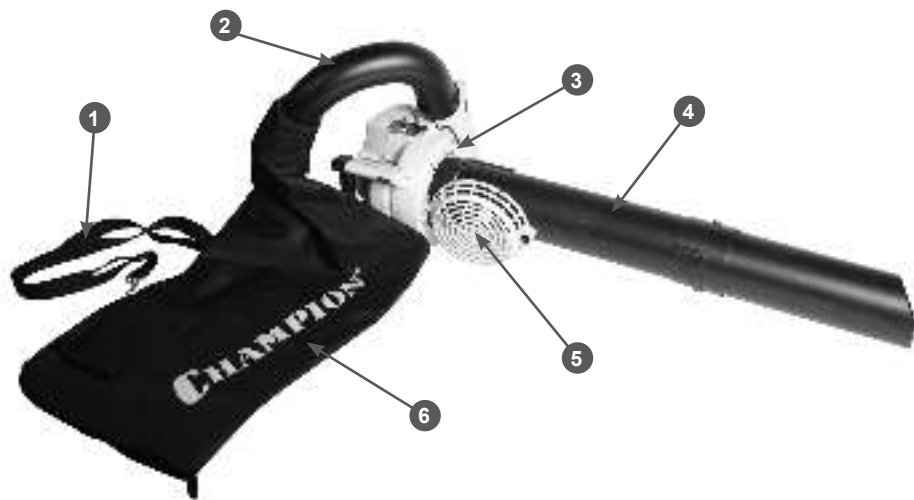
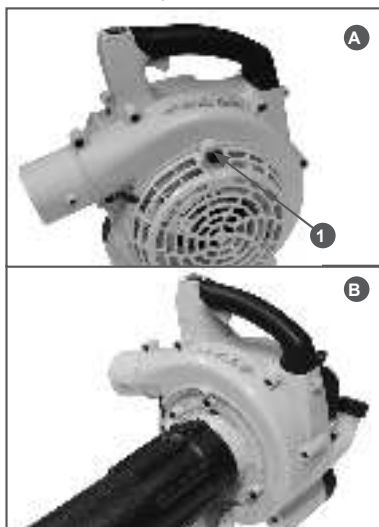

Рис. 2 Основные узлы и органы управления (режим всасывания)
Рис. 5 Установка всасывающей трубы
- а) Отсоедините напорную трубу (Рис. 5А). Аналогично напорной трубе соберите из двух частей всасывающую трубу. Открутите винт 1 (Рис. 5А) и откиньте крышку вентилятора. Установите всасывающую трубу (Рис. 5В). Убедитесь, что скошенный конец всасывающей трубы обращен к земле.
На устройстве установлен выключатель предохранительный 3 (Рис. 2). Убедитесь, что крышка вентилятора надежно закреплена винтом 1 (Рис. 5А) для эксплуатации в режиме нагнетания, или всасывающая труба надежно закреплена на устройстве (Рис. 5В) для эксплуатации в режиме всасывания. При случайном открытии крышки работающий двигатель должен заглохнуть.